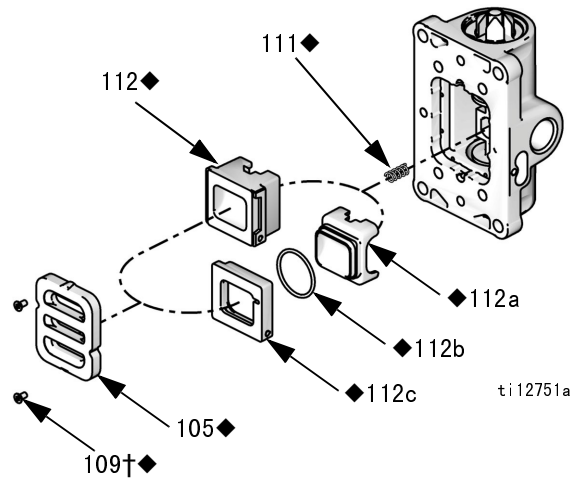

图 5：取下通风板
- 请参见图 5。使用 2 毫米或 5/64 内六角扳手卸下两颗螺丝（109†◆）。卸下阀板（105◆）。